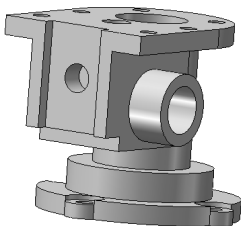

图 7-114 创建正面 $\phi 12$ 孔
3) 创建正面 $\phi 12$ 孔。单击“特征”控制面板中的 $\text{H}$ （拉伸切除）按钮，或选择菜单栏中的“插入”→“切除”→“拉伸”命令，拉伸草图生成实体，设置拉伸深度为 10，效果如图 7-114 所示。